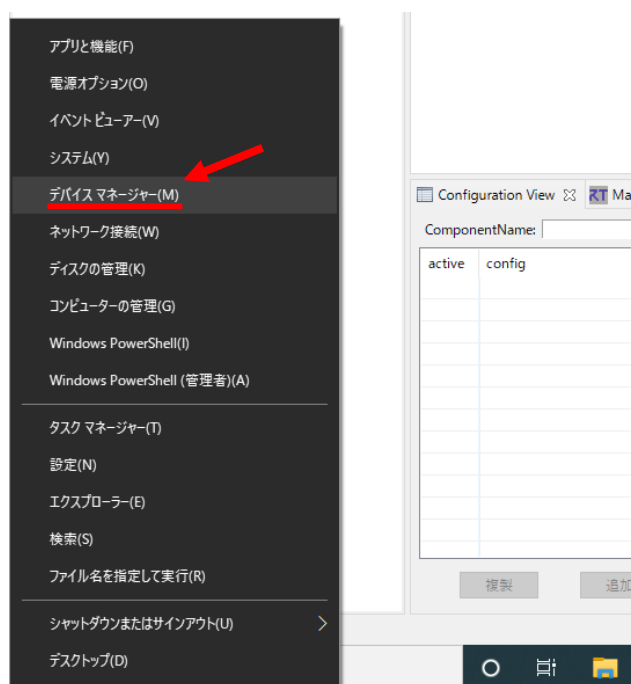

図 35 [スタート]ボタン上で[右クリック]し、表示させた[デバイスマネージャー]の項目
- ⑫ 図 35 のように[デスクトップ]から[スタート]ボタン上で[右クリック]し、表示された項目の中から、[デバイスマネージャー]をクリックし、アプリを起動させる。